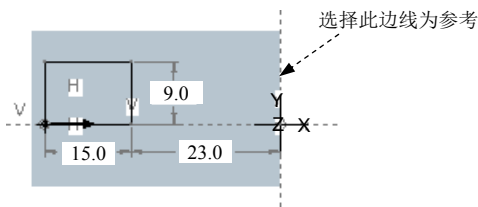

图 8.7.13 第一个截面
(2) 创建第一个截面。进入草绘环境后, 绘制图 8.7.13 所示的截面图形 (需先创建坐标系), 单击“确定”按钮 。